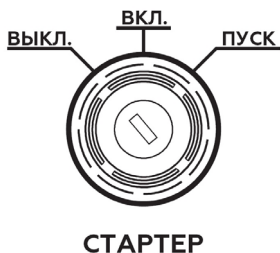
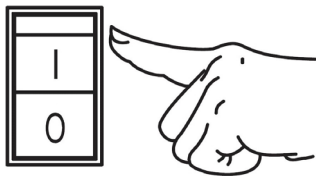

Рис. 13 Замок зажигания
Рис. 14 Выключатель зажигания GG5000
- Вставьте ключ в замок зажигания на панели управления и переведите ключ в положение «ВКЛ.» (Включено) (Рис. 13).
- Переведите ключ зажигания в положение «ПУСК» (Рис. 13) и удерживайте его. После запуска двигателя отпустите ключ зажигания, он автоматически встанет в положение «ВКЛ.».
- Вставьте ключ в замок зажигания на панели управления и переведите ключ в положение «ВКЛ.» (Включено) (Рис. 13). Для модели GG5000: переведите выключатель зажигания в положение «I» (Включено) (Рис. 14).